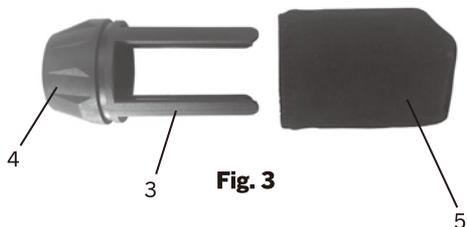

Fig. 3
2. Retirez le haut du bac à poussière (3) du bas du bac à poussière (4) (fig. 3).